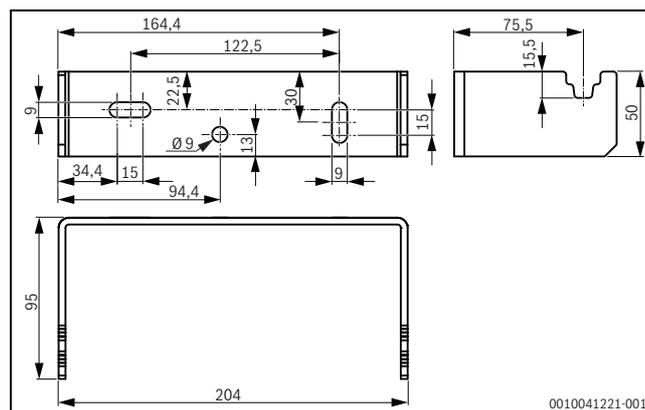

Fig. 14 Dimensions du support mural
- Perforer trois trous pour le support mural à l'emplacement approprié et insérer les chevilles (→ fig. 14 et 15).